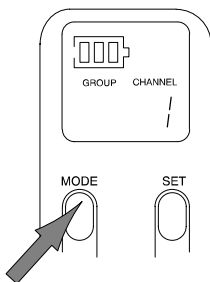

FIGURE 26
3. Appuyer de nouveau sur le bouton «MODE» pour choisir le nouveau réglage du groupe et passer au mode de sélection du canal. Le numéro du groupe disparaît et seul le numéro de canal reste visible. Se reporter à la figure 26.